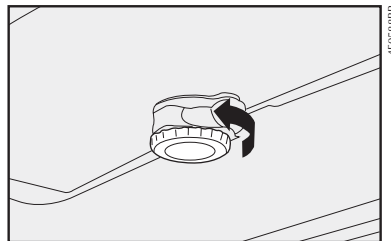
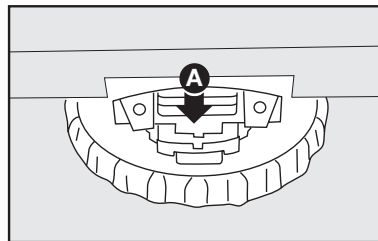

fig. 91
fig. 92
Girar a manivela **fig. 91** no sentido indicado, para permitir a abertura do teto solar na posição desejada.
- desprender a trava de cor vermelha **A-fig. 92**, exercendo uma ligeira pressão na mesma, conforme indicado (esta operação deverá ser executada utilizando a extremidade da chave de fenda existente na bolsa de ferramentas, localizada de baixo do banco do motorista);
Para recolocar o vidro do teto solar, inverter a ordem dos procedimentos de retirada encaixando o vidro novamente em suas sedes dianteiras e na trava fig. 92. Pressionar ligeiramente a parte traseira do vidro até ouvir o barulho metálico de travamento; logo após, girar 2 vezes a manivela fig. 91 (em sentido contrário ao de abertura do vidro).